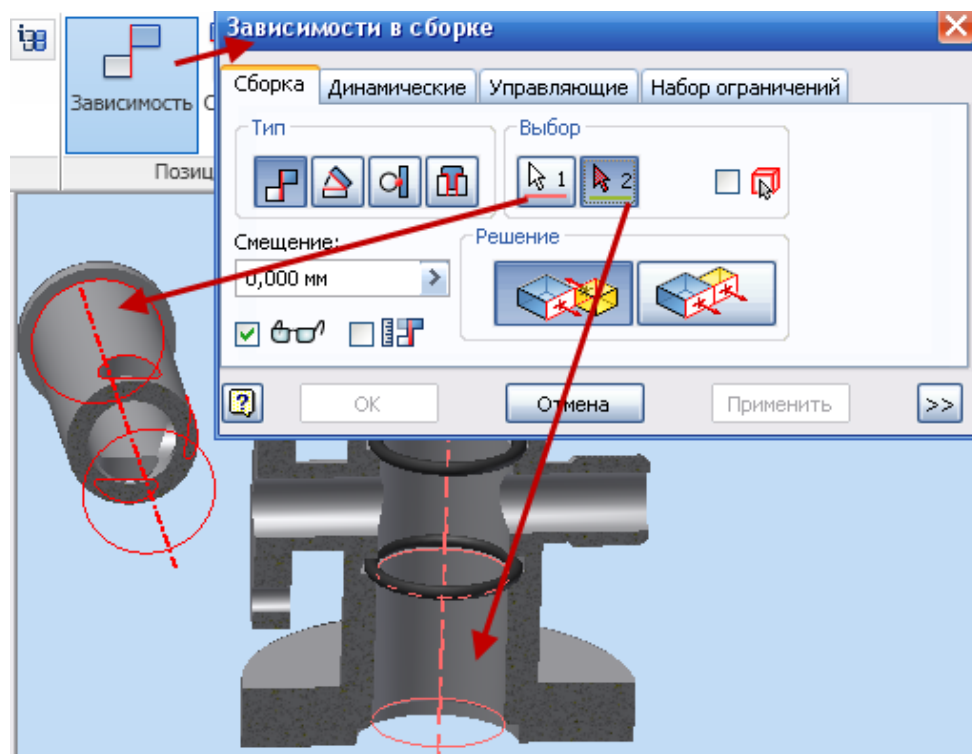

Рис. 3.67. Установка видимости пробки
- При помощи кнопки  **Орбита** проверните модель так, как показано на рисунке (рис. 3.67).
- В диалоговом окне **Зависимость в сборке** выберите в поле тип →  **Совмещение** → в поле **Решение** →  (**Совмещение**) (рис. 3.67).